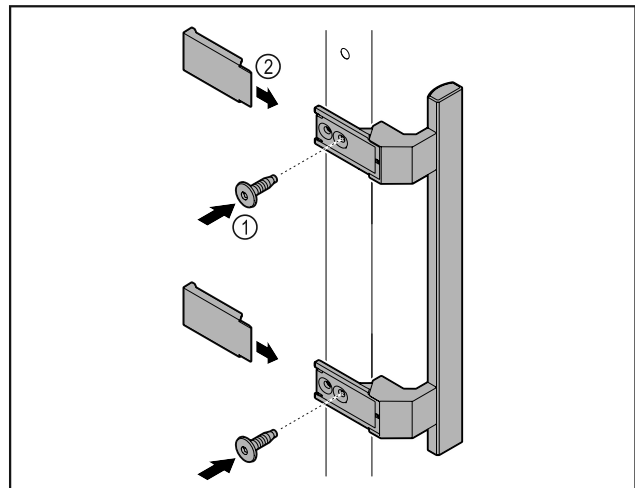

Fig. 5
► Montare sulla porta la maniglia contenuta nella confezione con le viti annesse Fig. 5 (1).
► Applicare la copertura Fig. 5 (2).